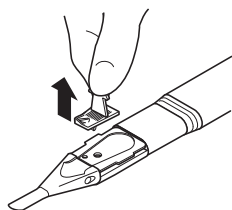

図2.
7. 粘弾性物質注入用カニューラを抜き取り、矢印の方向にまっすぐレンズストッパーを取り外す（図2）。